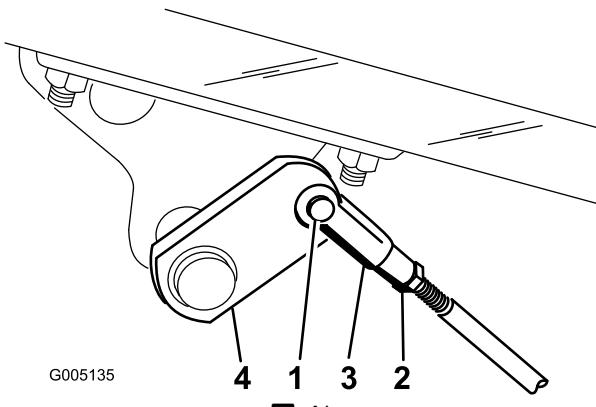

図 41
- ブレーキが片効きであれば、コッター・ピンとクレビス・ピンを外して、ブレーキロッドを外す（図 41）。
3. ジャムナットをゆるめ、クレビスを調整する（図 41）。
4. クレビスをシャフトに取り付ける（図 41）。